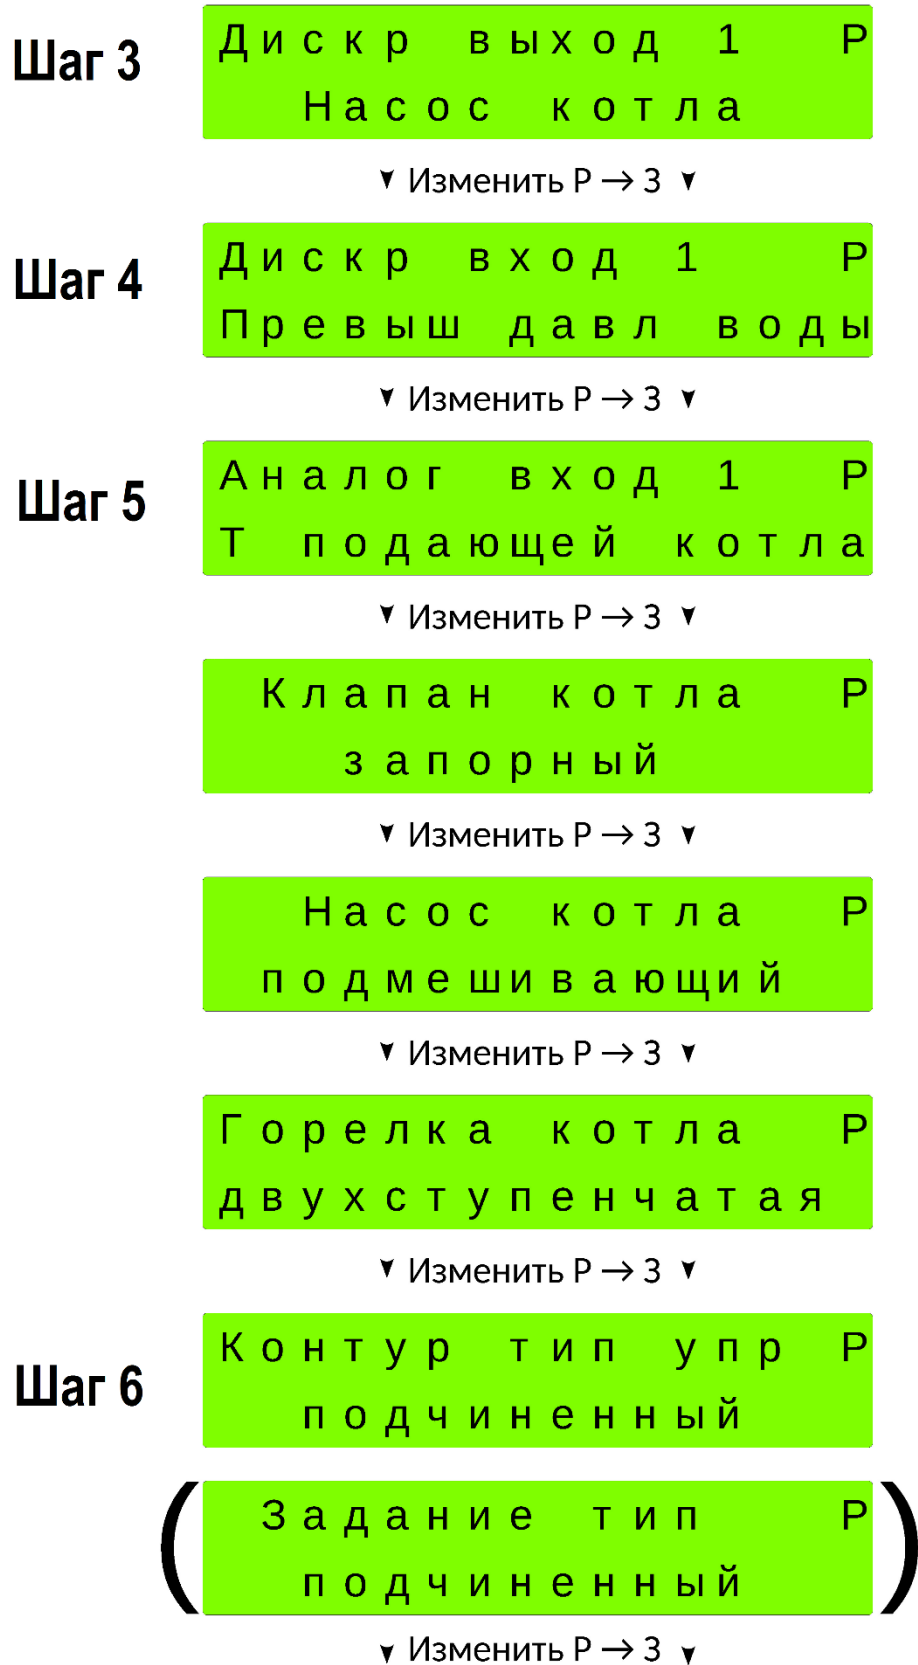

Рисунок 32 – Конфигурирование ЩА TIPROmatic 300.1 (шаги 3...6)
входам программируемого реле (см. **Рисунок 32**).
**5 шаг.** «Аналоговые входы» - определение («привязка») аналоговых входных сигналов к физическим входам программируемого реле (см. **Рисунок 32**). Допускается свободное определение входных сигналов. Каждый конкретный аналоговый входной сигнал может быть привязан к любому физическому входу на усмотрение пользователя.
**6 шаг.** «Контур 1 тип» (см. **Рисунок 32**). Доступен, если сконфигурированы оба выхода управления смесителем 1 и датчик температуры контура потребления 1 (определены ФБ «Смеситель 1», ФБ «Задание температуры 1», ФБ «Расписание 1»).